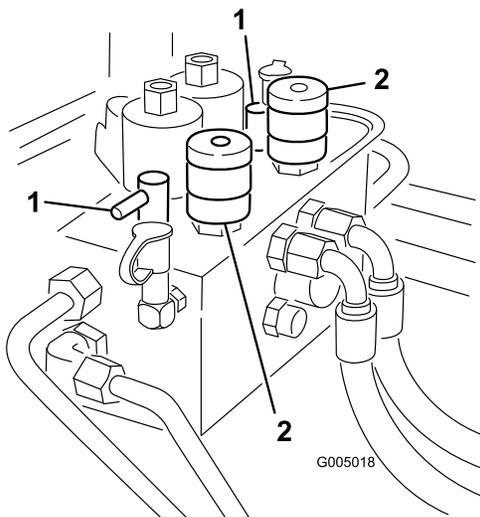

図 83
3. リール速度セレクタとバックラップ・ノブ(図 83)を探し出す。バックラップ・ノブをバックラップ位置にセットし、速度ノブを「1」にセットする。